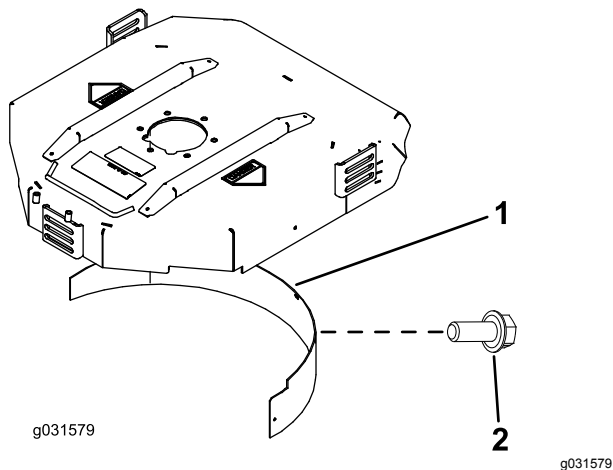

図 22
2. 後部の取り付け穴にマルチングバッフルを取り付け、フランジヘッドボルト 5 本で固定する 図 22。